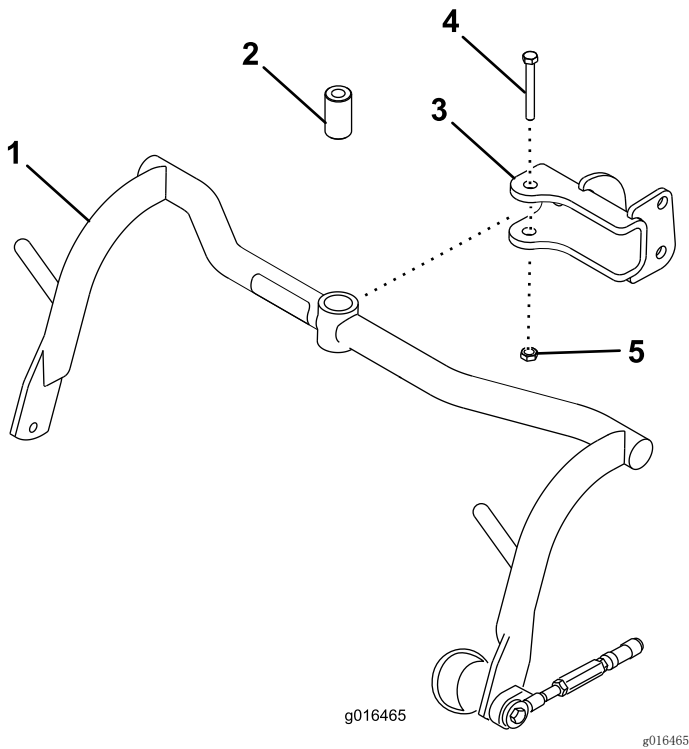

图8
1. 用隔片、螺栓 (1/2 x 3/4 英寸) 和锁紧螺母 (1/2 英寸) 将承载架组件安装到各个 U 形销上；请参阅图8。上紧扭矩至 91~113N•m。